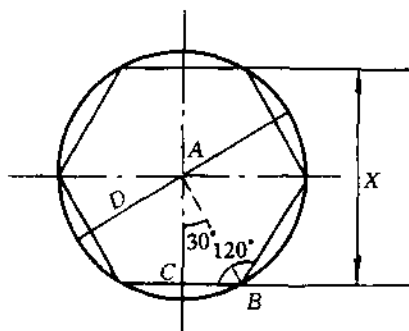

图 8
16. 六角螺母毛坯如图 8 所示, 直径  $D=20$  mm, 问铣成六角形时, 最大的对边距离  $x$  是多少? (保留小数二位)